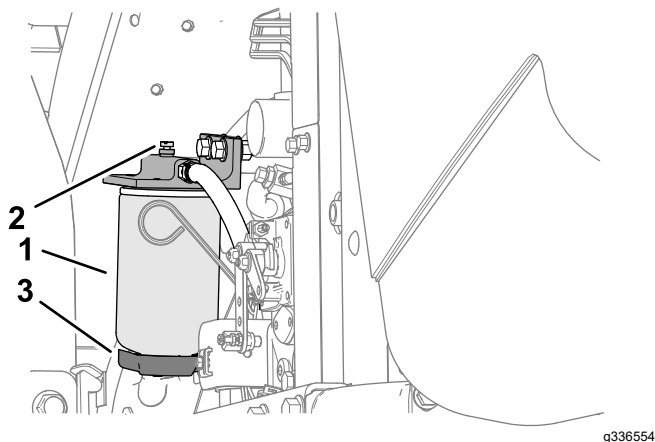

Bild 76
4. Lösen Sie das Ablassventil an der Unterseite der Filterglocke (Bild 76).
3. Reinigen Sie den Anbaubereich der Filterglocke (Bild 76).